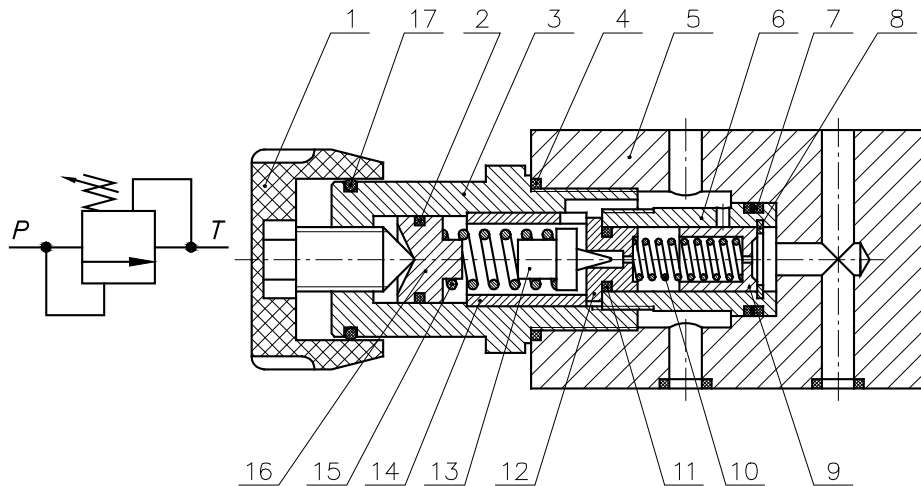

Рисунок 20.2. Устройство клапана предохранительного.
**Клапан предохранительный** ( рисунок 20.2) предназначен для поддержания установленного давления и предохранения гидравлической системы от его превышения.